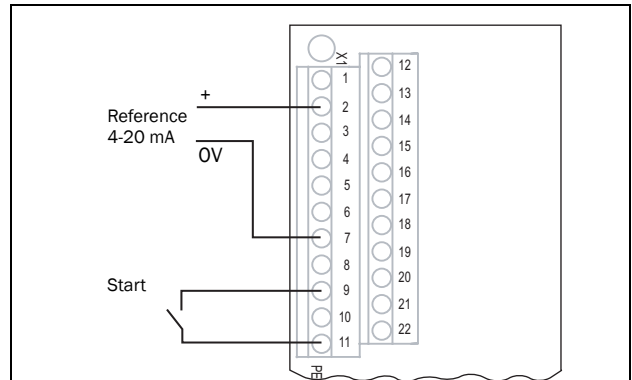

Abb. 2 Anschluss der Steuersignale
- Die digitalen und analogen Ein-/Ausgänge gemäß Abb. 2 anschließen.